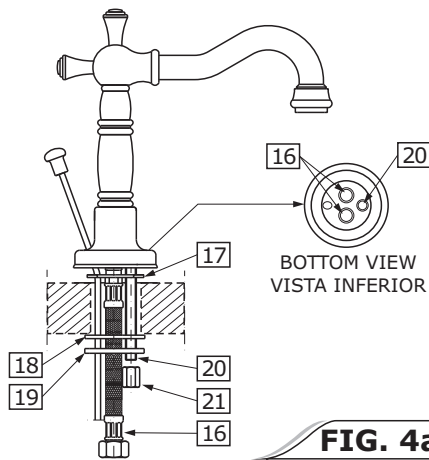
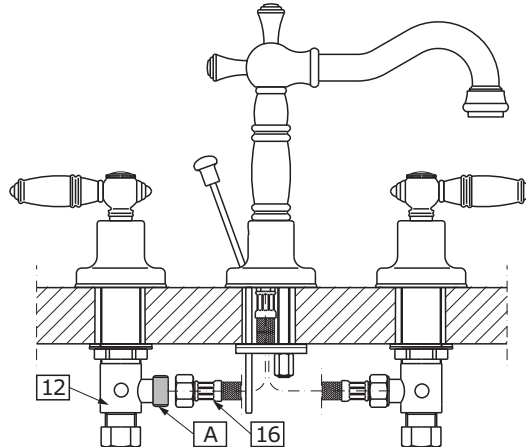

FIG. 4a
FIG. 4b
- Connect flexible hose (16) into proper holes (see bottom view at fig. 4a). Screw stud bolt (20) into small hole.
- Insert the faucet into the fitting hole of the lavatory, making sure to insert elastic washer (17).
- Insert the rubber washer (18), steel washer (19) on the stud bolt (20) then screw nut (21).
- Apply thread sealant or tape on the sealing area (A) – see fig. 4b.
- Loop hose and attach large nut end of hose (16) to the connection of valve (12).
- Conecte la manguera flexible (16) dentro de los agujeros apropiados (ver vista inferior fig. 4a). Atornille el tornillo (20) dentro del agujero pequeño.
- Inserte el grifo en el agujero apropiado del lavatorio cerciorándose de insertar la arandela elástica (17).
- Inserte la arandela de goma (18), la arandela de metal (19) y el tornillo (20) y entonces atornille la tuerca (21).
- Aplique el sellante o la cinta en el hilo de rosca en el área (A) – veá dis. 4b.
- Coloque lamanguera y una el extremo largo de la tuerca con la manguera (16) a la conexión de la válvula (12).